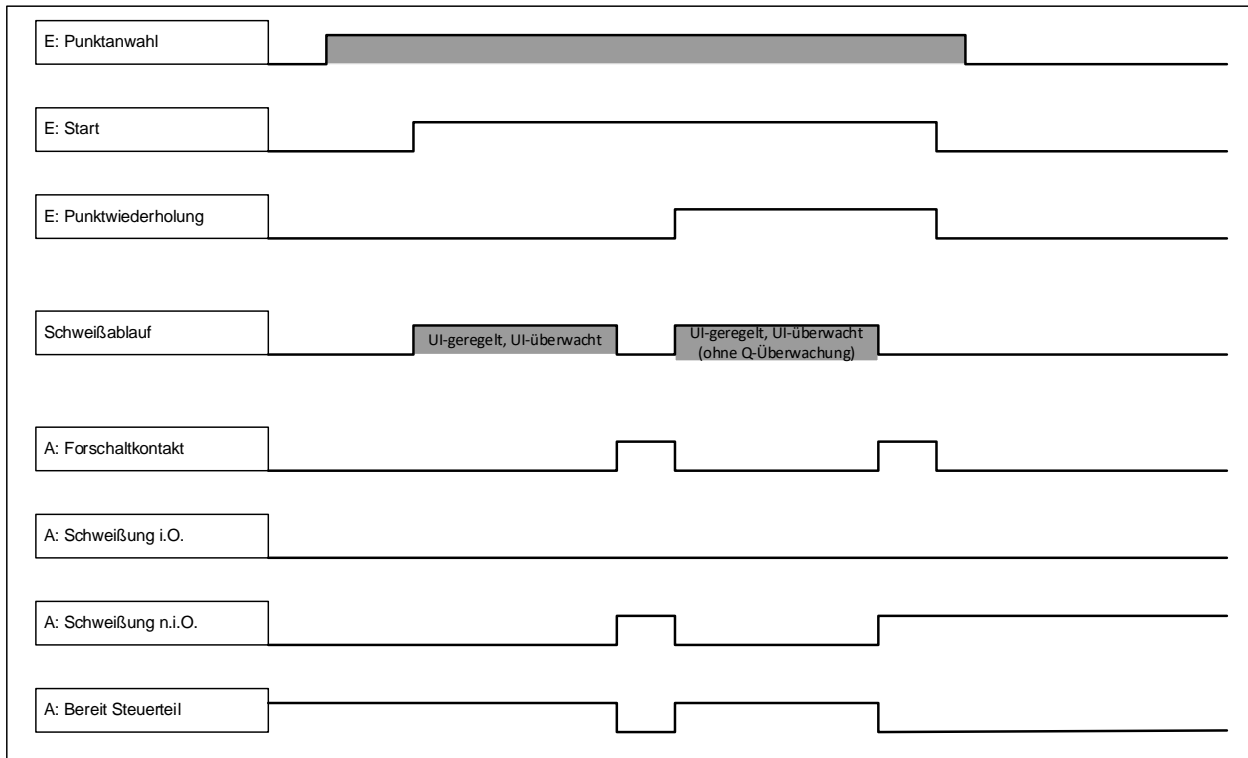

Abb. 6: Wiederholschweißung nicht in Ordnung
- Wiederholschweiung nicht in Ordnung (siehe Ablaufdiagramme Abb. 6):